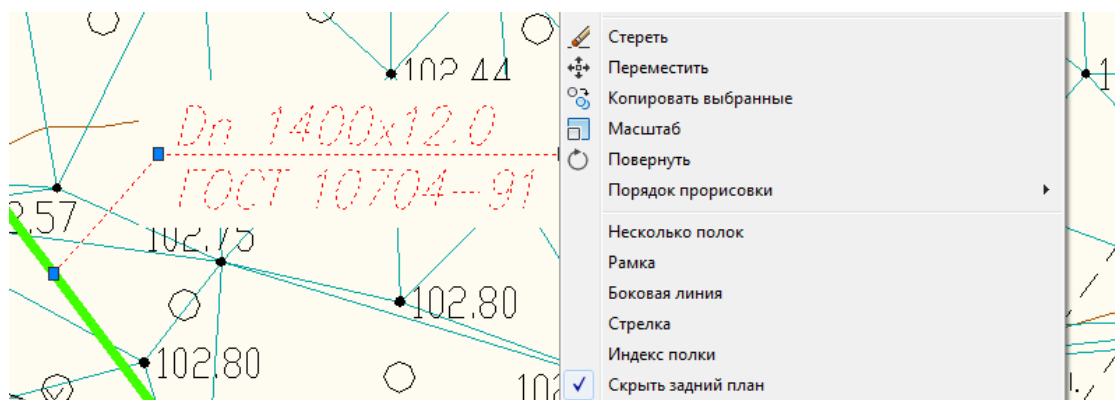

Рис. 39 Редактирование информационных сносок при помощи контекстного меню.
**Чтобы отредактировать текст информационной сноски нужно в настройках Система Трубопровод (меню Трасса / Настройки / Оформление планов) в группе Информационные сноски в поле Шаблон надписи на сноске задать текст сноски (см. Шаблоны надписей) и задать графические настройки текста (стиль, высота, поворот и др.). Редактирование графического отображения доступно также и в контекстном меню на сноске (см. рис. 39).**